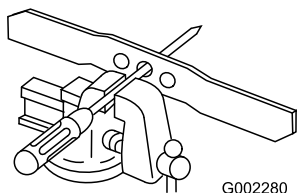

Figura 35
1. Verificate il bilanciamento della lama collocando il foro centrale della lama su un chiodo o sul codolo di un cacciavite serrato orizzontalmente in una morsa (Figura 35).